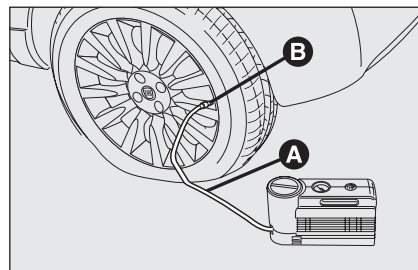

fig. 13
- ❑ **Azionare il freno a mano.** Svitare il cappuccio dalla valvola del pneumatico, estrarre il tubo flessibile di riempimento **A**-fig. 13 ed avvitare la ghiera **B** sulla valvola del pneumatico;